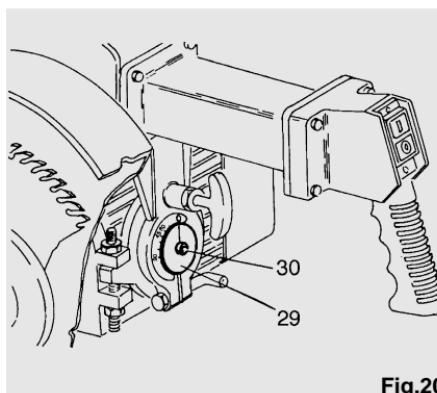

Fig.20
- Ist die lotrechte Stellung zur Arbeitsplatte hergestellt worden, muß Index (29) überprüft und eventuell eingestellt werden. Hierzu Schraube (30) soweit lösen, daß die schwarze Linie mit der Nullstellung zur Deckung kommt (siehe Abb.20).